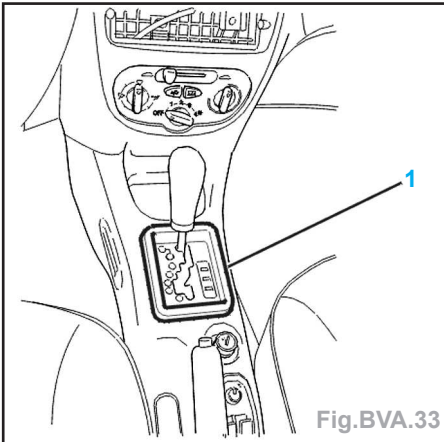

Fig.BVA.33
- déposer le jonc (1) (Fig.BVA.33),